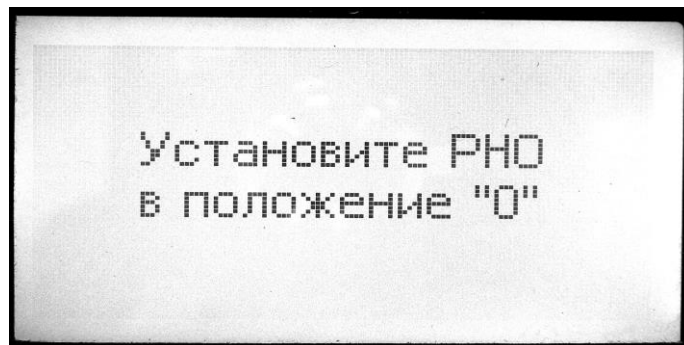

Рис.8.2
8.2.6. Нажать кнопку «ПУСК» на лицевой панели БУ. На экране появится изображение главного меню и загорится красный сигнальный светильник над входом на испытательное поле. Нажимая кнопки «▲»или «▼» блока управления выделить строку основного меню «ИСПЫТАНИЕ ~ 50 кВ» и нажать кнопку «ВЫПОЛНИТЬ» блока управления (включится сирена на 1-2с.) В том случае, когда регулятор напряжения не стоит в «нулевом» положении на экране появляется надпись «Установите РНО в положение «0» (см. рис.8.2). Далее оператору будет предложено выбрать максимальный ток нагрузки (см. рис.8.3). Нажимая кнопки «▲»или «▼» блока управления устанавливаем необходимую величину тока нагрузки. Установив требуемое значение тока - нажать на кнопку «ВЫПОЛНИТЬ». При этом блок управления переходит в режим испытания объектов переменным напряжением до 50 кВ. На рис. 8.4 показан вид экрана при включении указанного режима.